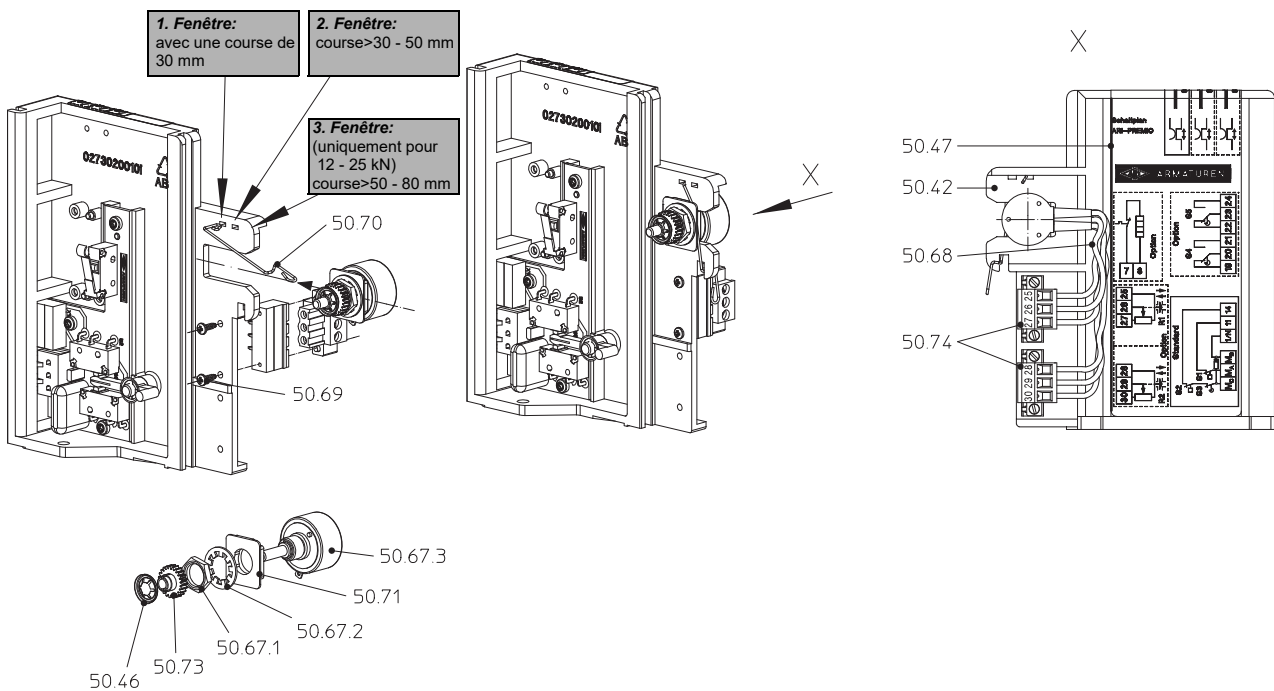

Fig. 12: Dispositif de couplage et de signalisation ARI-PREMIO® 2,2 - 25 kN
- Placer l'unité potentiomètre dans la glissière de guidage et le décaler de manière à ce que le pignon (pos. 50.73) s'engrenne dans la crémaillère du traîneau de connexions.
- Accrocher le ressort en spirale (pos. 50.70) dans la fenêtre correspondante (voir Fig. 12) du support de carte électronique (pos. 50.42) au-dessus de la glissière de guidage du potentiomètre, l'insérer entre coulisseau et glissière de guidage du potentiomètre et l'accrocher dans l'encoche au-dessous du potentiomètre.
- Vérifier si le pignon (pos. 50.73) est pressé dans la crémaillère par le ressort spiral (pos. 50.70) et s'il y adhère sans jeu.
- Si ce n'est pas le cas, démonter le ressort spiral (pos. 50.70), le plier un peu plus, puis le remettre en place de la même manière.
- Visser le bornier du câble d'alimentation (pos. 50.68) par respectivement deux vis autotaraudeuses (pos. 50.69) sur le support de carte électronique (pos. 50.42) (bornes 25-27 sur les potentiomètres simples).
- Enficher la fiche supplémentaire à 3 pôles (pos. 50.74) dans le bornier à douilles du câble de raccordement (pos. 50.68).